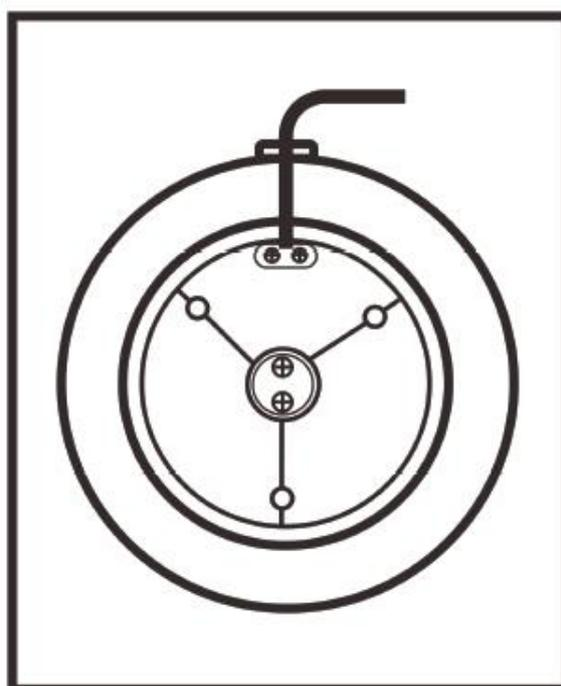

Fig. 2
- Posizionare la parte del supporto (9) che non ha connettori sul lato liscio del motore (2). Assicurarsi che il cavo di alimentazione (8) non sia pizzicato (vedere Fig. 2).